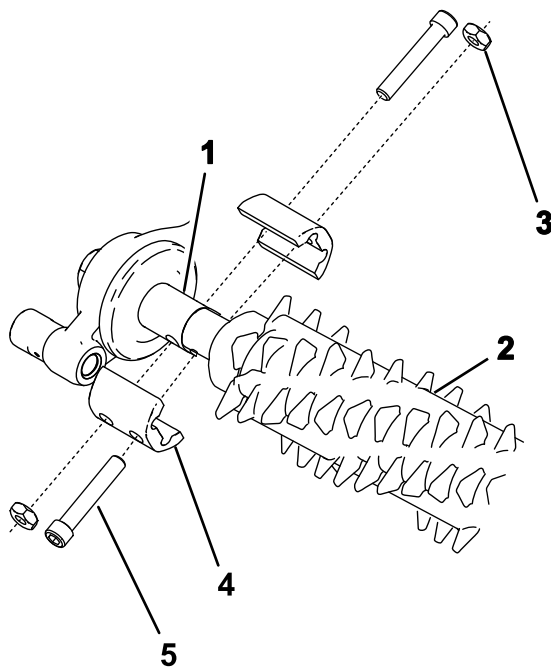

Bild 16
2. Fluchten Sie den Groomer mit den Antriebswellenstüpfen des Groomerantriebs und der Spannscheibe aus (Bild 16).
3. Befestigen Sie den Groomer an der Maschine, wie in Bild 16 abgebildet, und ziehen Sie die Schrauben an.